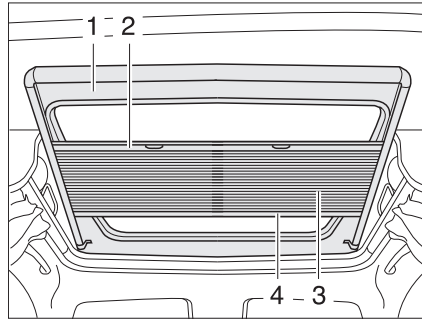

Fig. 56 Tragaluz
**Estor plegable** El estor plegable (Fig. 56,3) está unido fijamente con la protección contra insectos (Fig. 56,1).
- Coger el estor plegable por el centro de la tablilla final (Fig. 56,4) y tirar con cuidado hacia abajo.
- Regresar el estor plegable lentamente a su posición por la tablilla final (Fig. 56,4).
- Detener el centro de la tablilla final (Fig. 56,2) de la protección contra insectos y tirar con cuidado completamente hacia abajo.
- Regresar la protección contra insectos lentamente a su posición por la tablilla final del estor plegable (Fig. 56,4).